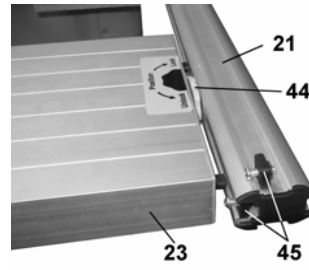

Рис.14
8.4.5. В пазы направляющих (21 и 24) установите с левой и правой стороны и закрепите ограничители (45), Рис.14. В зависимости от предстоящей операции, ограничители (45) можно устанавливать по всей длине направляющих (21 и 24), тем самым ограничивая ход перемещения удлинителя стола (23).